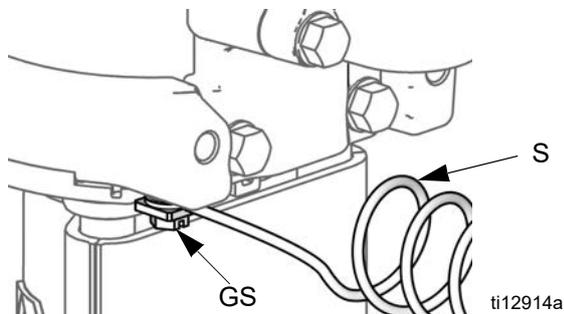

FIG. 3. Messa a terra della pompa
Pompa: Vedere FIG. 3. Verificare che la vite di messa a terra (GS) sia fissata e avvitata saldamente al motore pneumatico. Collegare l'altra estremità del filo di terra (S) a una presa di terra efficace.